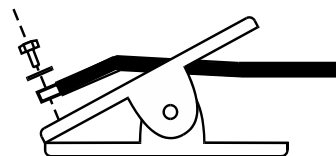

Fig. 6
- Tieni il capo ed il tronco il più lontano possibile dal circuito di saldatura. Non lavorare vicino, seduto o appoggiato alla saldatrice. Distanza minima: **Fig. 6 Da** = cm 50; **Db** = cm.20